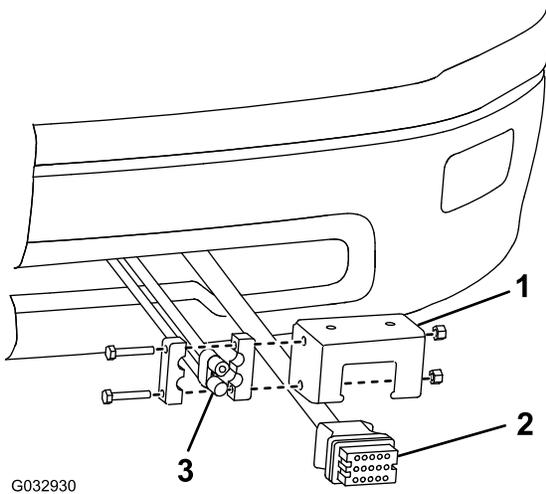

Bild 19
- 27. Befestigen Sie den Kabelbaumanschluss des Schneeschilds an der Fahrzeugseite mit der Befestigungshalterung für den Steuerkabelbaum am unteren Teil der Stoßstange an (Bild 19).
- 28. Befestigen Sie den schwarzen und roten Strom- bzw. Erdungsanschluss an der Befestigungshalterung des Steuerkabelbaums (Bild 19).